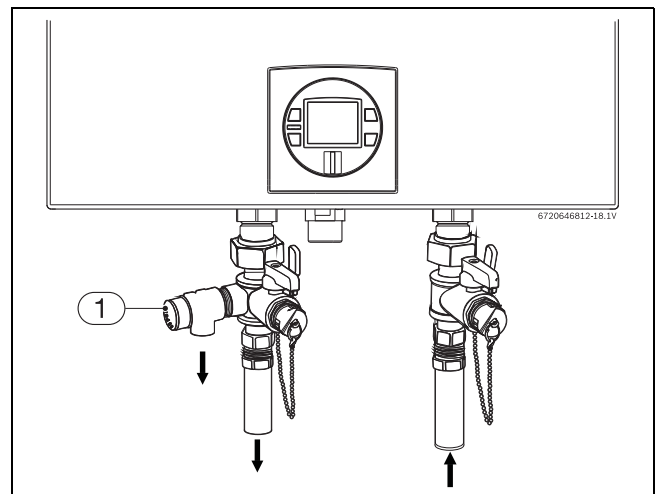

Fig. 36 Conexiones de tuberías (con válvulas de cierre) y la válvula de seguridad
- ▶ Deben instalarse válvulas de cierre de puerto completo en tanto la línea de suministro de agua fría como la línea de salida de agua caliente para facilitar el mantenimiento del calentador (véase fig. 36).
La PRV debe estar fácilmente accesible para el mantenimiento o el reemplazo, y montarse tan cerca como sea posible del calentador de agua. Consulte fig. 36. Para instalar la PRV, se puede hacer sudar un racor adecuado conectado a una extensión en un racor "T" en la línea de agua caliente.